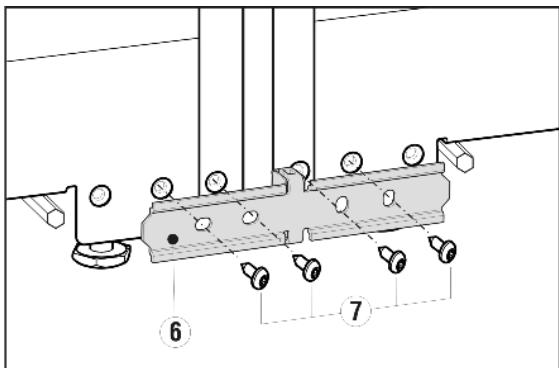
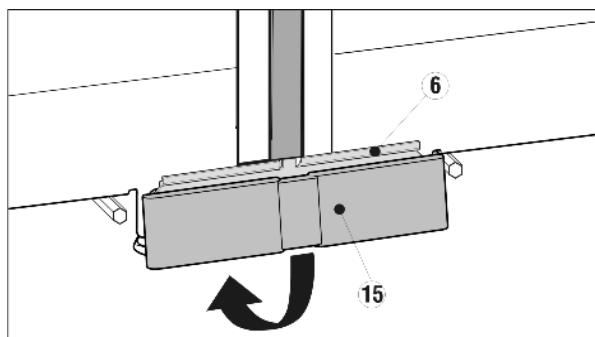

Fig. 4
Fig. 10
- Сдвиньте устройства вместе или повторно выровняйте их и при помощи винтов Fig. 4 (7) из комплекта прочно прикрутите крепежный уголок Fig. 10 (6).
- ▶ Нижнюю крышку Fig. 10 (15) из комплекта установите сверху на крепежный уголок Fig. 10 (6) и зафиксируйте снизу.
- ▶ Снова выкрутите средние установочные опоры (A) до контакта с полом.